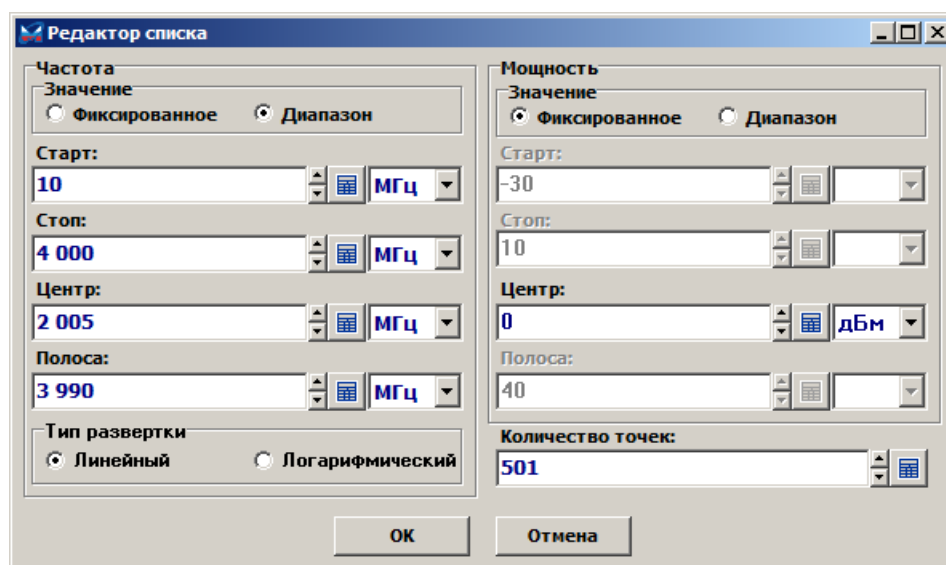

Рисунок 7.7 – Редактор списка
2) в появившемся диалоге (рисунок 7.7) задать параметры сегмента списка, нажать «Ок»;
в) в появившемся диалоге (рисунок 7.7) задать параметры сегмента, нажать «Ок»;